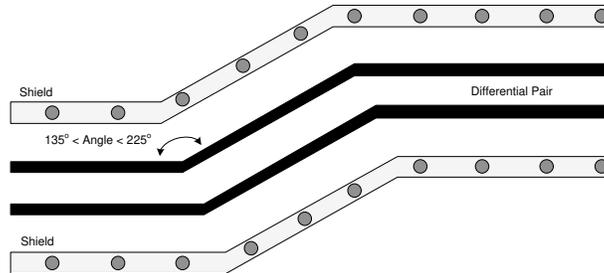

图 9-3. V-By-One 布线示例
- 与差分信号对相关的弯曲角度在 135° 和 225° 之间（请参阅图 9-3）。